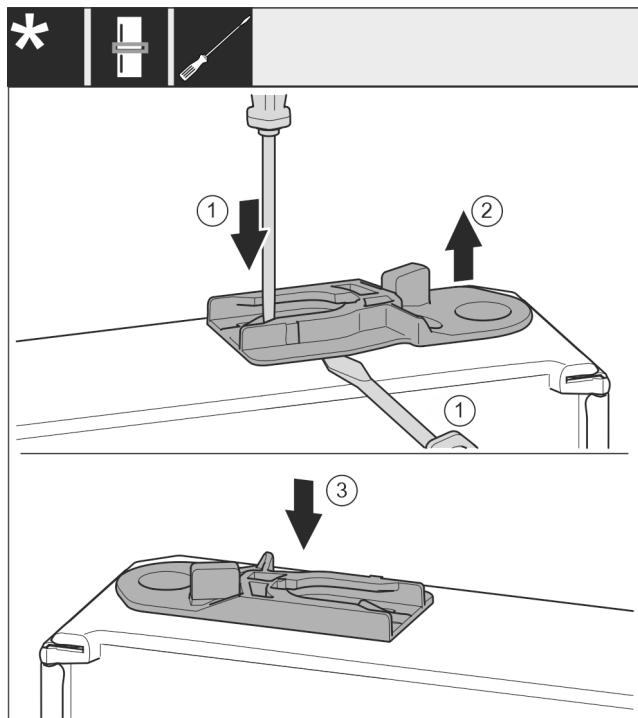

Fig. 38 \*
- ▶ Führungsbuchse herausziehen: Lasche mit Schlitzschraubendreher drücken und gleichzeitig mit Schlitzschraubendreher unter Führungsbuchse fahren. *Fig. 38 (1, 2)\**
- ▶ Im Lieferumfang beiliegende Führungsbuchse auf anderer Gehäuseseite einschieben. *Fig. 38 (3)\**